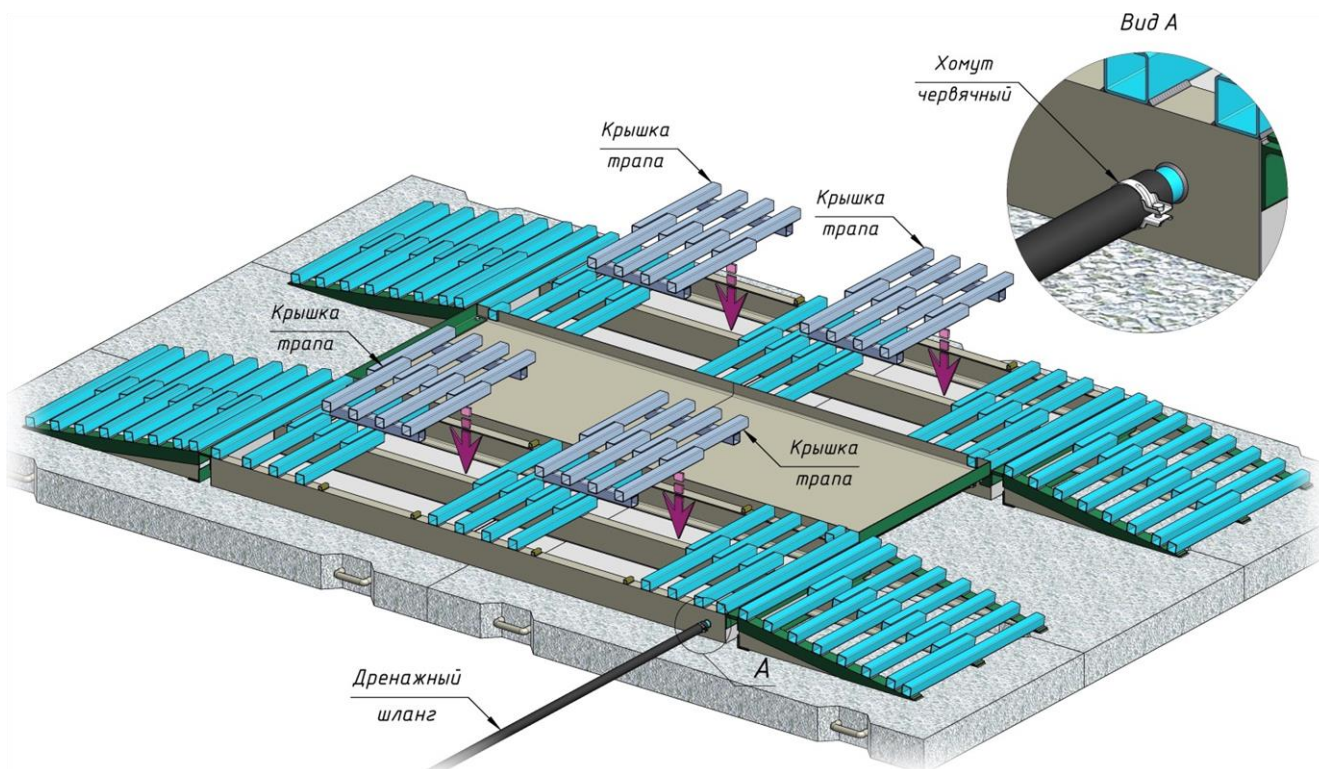

Рисунок 5
- сверху на каждый трап укладываются по две крышки. Со стороны расположения прямка к выходному патрубку с помощью хомута подсоединяется дренажный шланг. Свободный конец дренажного шланга опускается в приямок (смотри рис. 5);